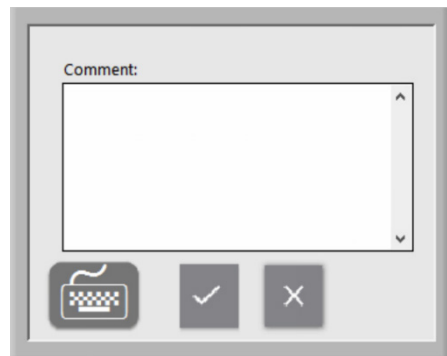

Abbildung 45: Fenster „Comment“ (Kommentar)
- Falls gewünscht, können Sie der Datei „Assay Results.pdf“ einen Kommentar hinzufügen, indem Sie auf die Schaltfläche **Add Comment** (Kommentar hinzufügen) tippen. Im daraufhin angezeigten Fenster „Comments“ (Kommentare) kann der Benutzer einen Kommentar hinzufügen (Abbildung 45).